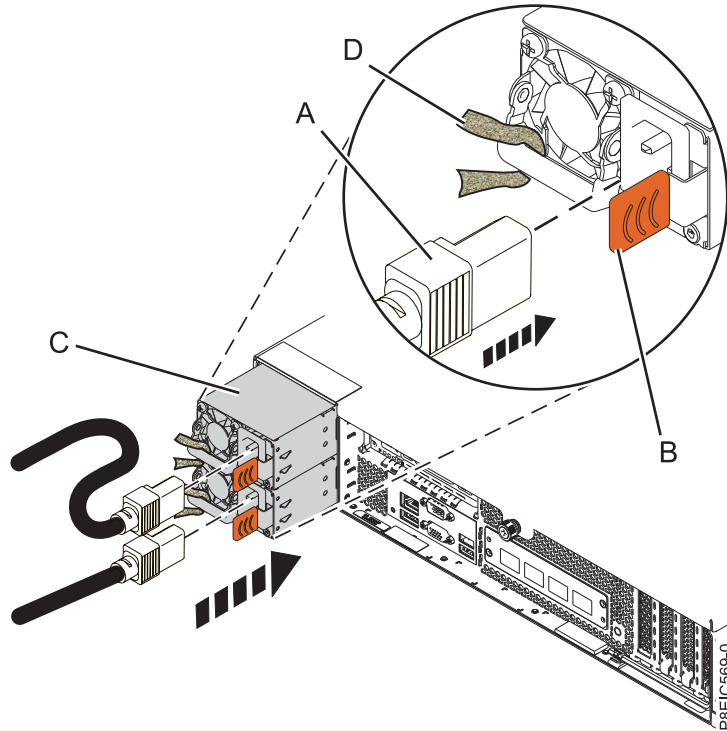

Figura 55. Sustitución de una fuente de alimentación en el sistema
1. Alinee la fuente de alimentación (C) con la bahía y deslice la fuente de alimentación en el sistema hasta que el pestillo (B) quede cerrado en su lugar. Consulte la Figura 55 en la página 89.
- a. Conecte el cable de alimentación a la fuente de alimentación, tal como se indica en Figura 55.